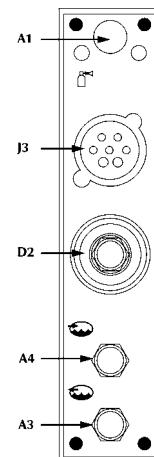

Fig. 9
- Anslut ledningsknipppet till uttag D2/J3 (fig. 9) och eventuella kylvätskeslangar till uttag A3/A4.
- Anslut gasslangen till det bakre uttaget på 1/4 tum (fig. 9).